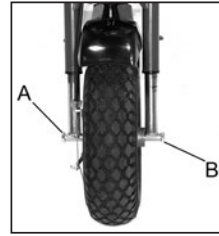

Fig. 66
## 6.2 Ruota anteriore (Fig. 66)
**6.2 Front wheel** (Fig. 66)
**6.2 Vorderrad** (Abb. 66)
**6.2 Roue avant** (Fig. 66)
**6.2 Rueda delantera** (Fig. 66)